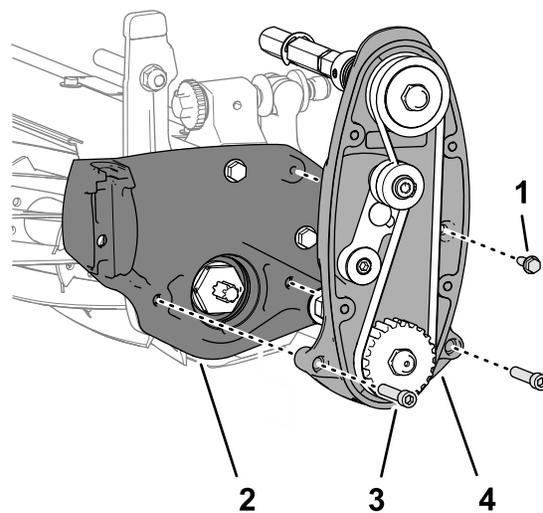

Рисунок 7
3. Выверните 2 винта с внутренним шестигранником (5/16 x 1½ дюйма) из 2 контргаяк (невыпадающих, удерживаемых в боковой пластине), которые крепят узел привода барабана к боковой пластине режущего блока, и снимите привод барабана (Рисунок 7).